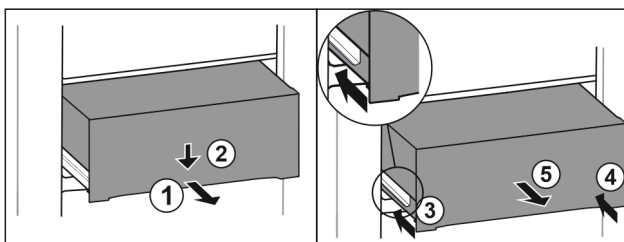

Fig. 110
- Tirer le tiroir jusqu'à mi-chemin. Fig. 110 (1)
- Appuyer sur l'avant du tiroir vers le bas. Fig. 110 (2)
- Insérer le rail gauche d'env. 2 cm. Fig. 110 (3)
- Insérer le rail droit d'env. 2 cm. Fig. 110 (4)
- Retirer le tiroir par l'avant. Fig. 110 (5)